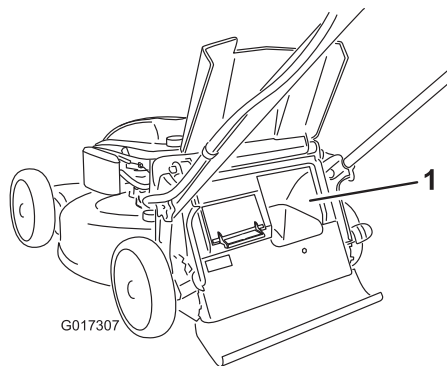

Figure 24
**Important:** Pour que le ramassage s'effectue correctement, enlevez les déchets d'herbe et autres qui se trouvent sur le volet de ramassage sur demande et l'ouvrez (Figure 24) avant de changer la position du levier de ramassage sur demande.